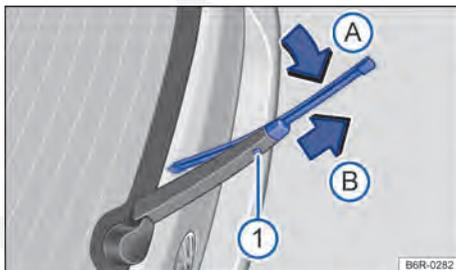

Fig. 187 Substituir a palheta do limpador do vidro traseiro.
- Manter pressionado a o botão de destravamento ⇒ Fig. 187 ①.
- Incliná-la palheta do limpador do vidro no sentido do braço do limpador do vidro ⇒ Fig. 187 (seta ①) e ao mesmo tempo retirar no sentido da seta ②. Para isto, poderá ser necessário um esforço maior.
- Introduzir a nova palheta do limpador do vidro traseiro **de mesmo tamanho e versão** no braço do limpador do vidro traseiro no sentido contrário da seta ②, até que ela se encaixe. Aqui a palheta deverá estar em posição dobrada (seta ①).